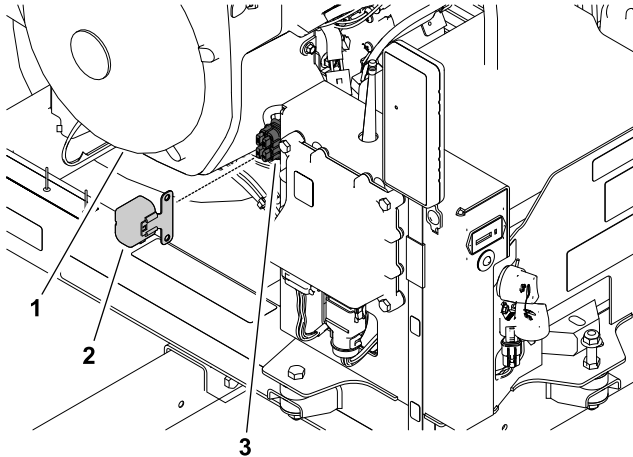

Figura 42
- Nella parte anteriore, lato entrobordo della torre di controllo, rimuovete il coperchio del portafusibili dal portafusibili (Figura 42).
- Rimuovete il fusibile aperto dal portafusibili (Figura 42).
Il portafusibili è parte del cablaggio preassemblato della macchina. Si trova dietro il ricevitore nella parte destra della torre di controllo (Figura 42).